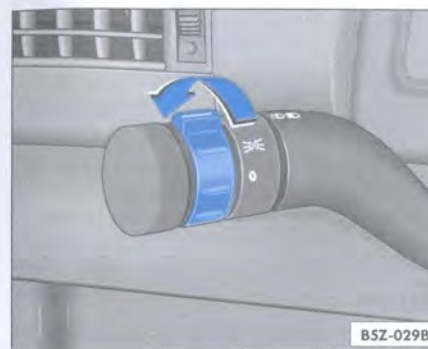

Fig. 49 Detalle en la palanca de los indicadores de dirección: interruptor de las luces
– Gire el interruptor para la posición ☀ ⇒ fig. 49. En esta posición se encienden las luces (luz de posición), luz de la placa de matrícula y cuadro de instrumentos ⇒ ⚠.
– Gire el interruptor para la posición ☞ ⇒ fig. 49. En esta posición, los faros son encendidos alto o bajo, dependiendo del conmutador de los faros ⇒ página 74, “Interruptor de las luces, indicadores de dirección y conmutación de los faros / faros de largo alcance”.